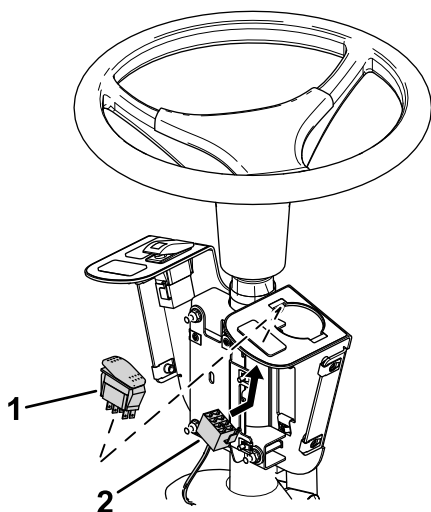

図 8
10. プラグを外し、できた穴にビーコンスイッチの盛り上がった側を上にして取り付ける図 8。
11. スイッチにビーコンコネクタを接続する (図 8)。